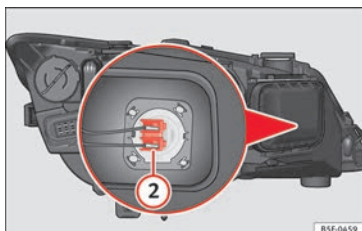

Bild 109 Glödlampa för helljusstrålkastare
- Skjut kontakt » **bild 109** ② åt vänster eller höger och dra.